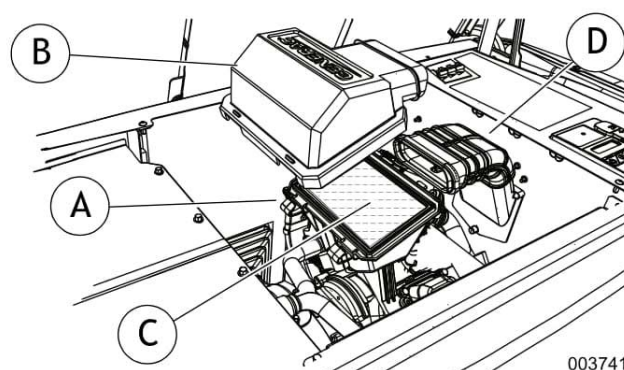

Рисунок 4-3. Обслуживание воздухоочистителя
2. См. *Рисунок 4-3*. Расцепите защёлки крышки (A) и снимите крышку воздухоочистителя (B).